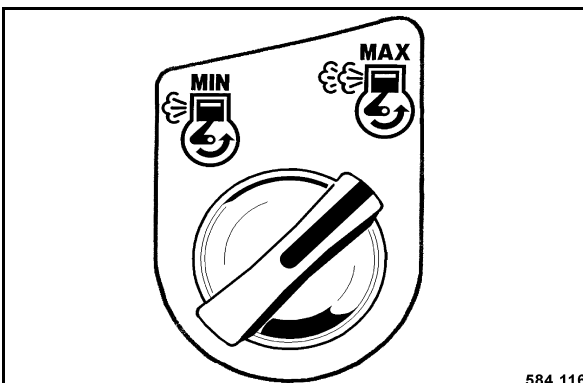

fig. 94
- Tourner l'interrupteur rotatif du régime du moteur (fig. 94) sur position "MAX".